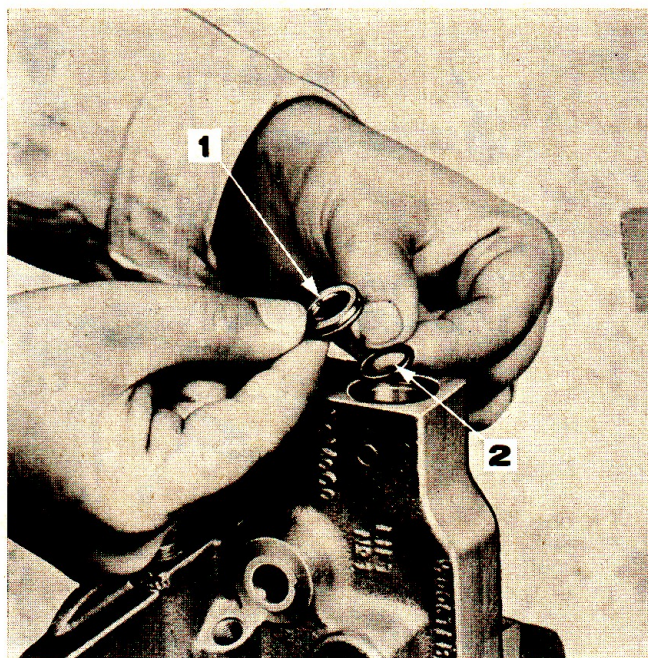

Fig. 11: Montage des joints toriques avant
4. Continuer de pousser jusqu'à ce que l'extrémité poignée du tiroir dépasse d'environ 19 mm à l'arrière de la boîte de distribution, ceci pour permettre le montage du ou des joints toriques avant et de leurs coupelles de retenue (voir fig. 11).